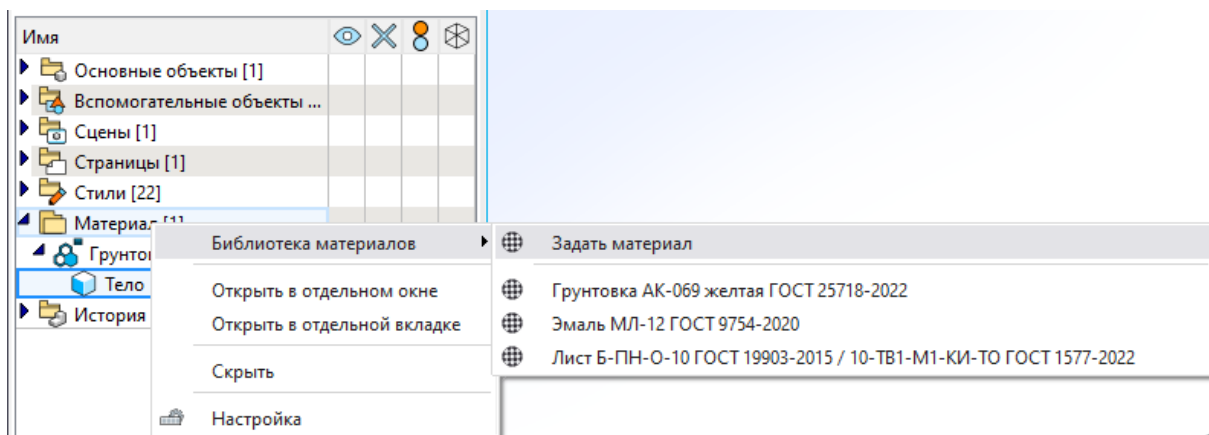

Рисунок 81
- активировать пункт материала пункта «Библиотека материалов» в «Навигаторе модели» (рис. 81);